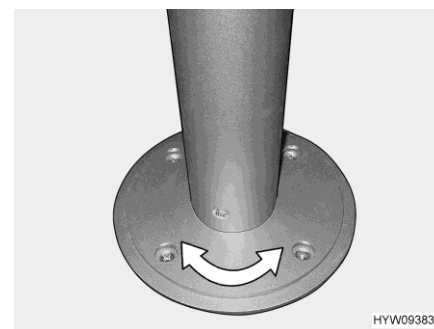

Fig. 57 Piede del tavolo a colonna (girevole)
- Ruotare il piano del tavolo nella posizione desiderata. A tale scopo occorre esercitare abbastanza forza, poiché il piano del tavolo ruota incontrando resistenza di attrito sul piede del tavolo a colonna (Fig. 57).